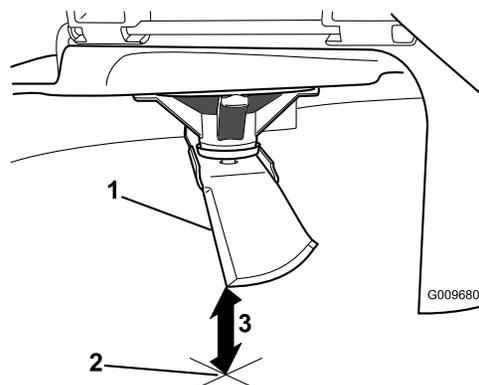

Figura 51
- Misurate dalla punta della lama alla superficie piana (Figura 51).